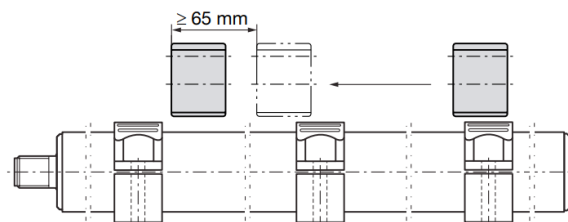

Fig. 5-3: Distancia mínima en caso de utilización de varios sensores de posición
- En caso de utilización de varios sensores de posición se debe mantener una distancia mínima de 65 mm entre los mismos (véase Fig. 5-3).